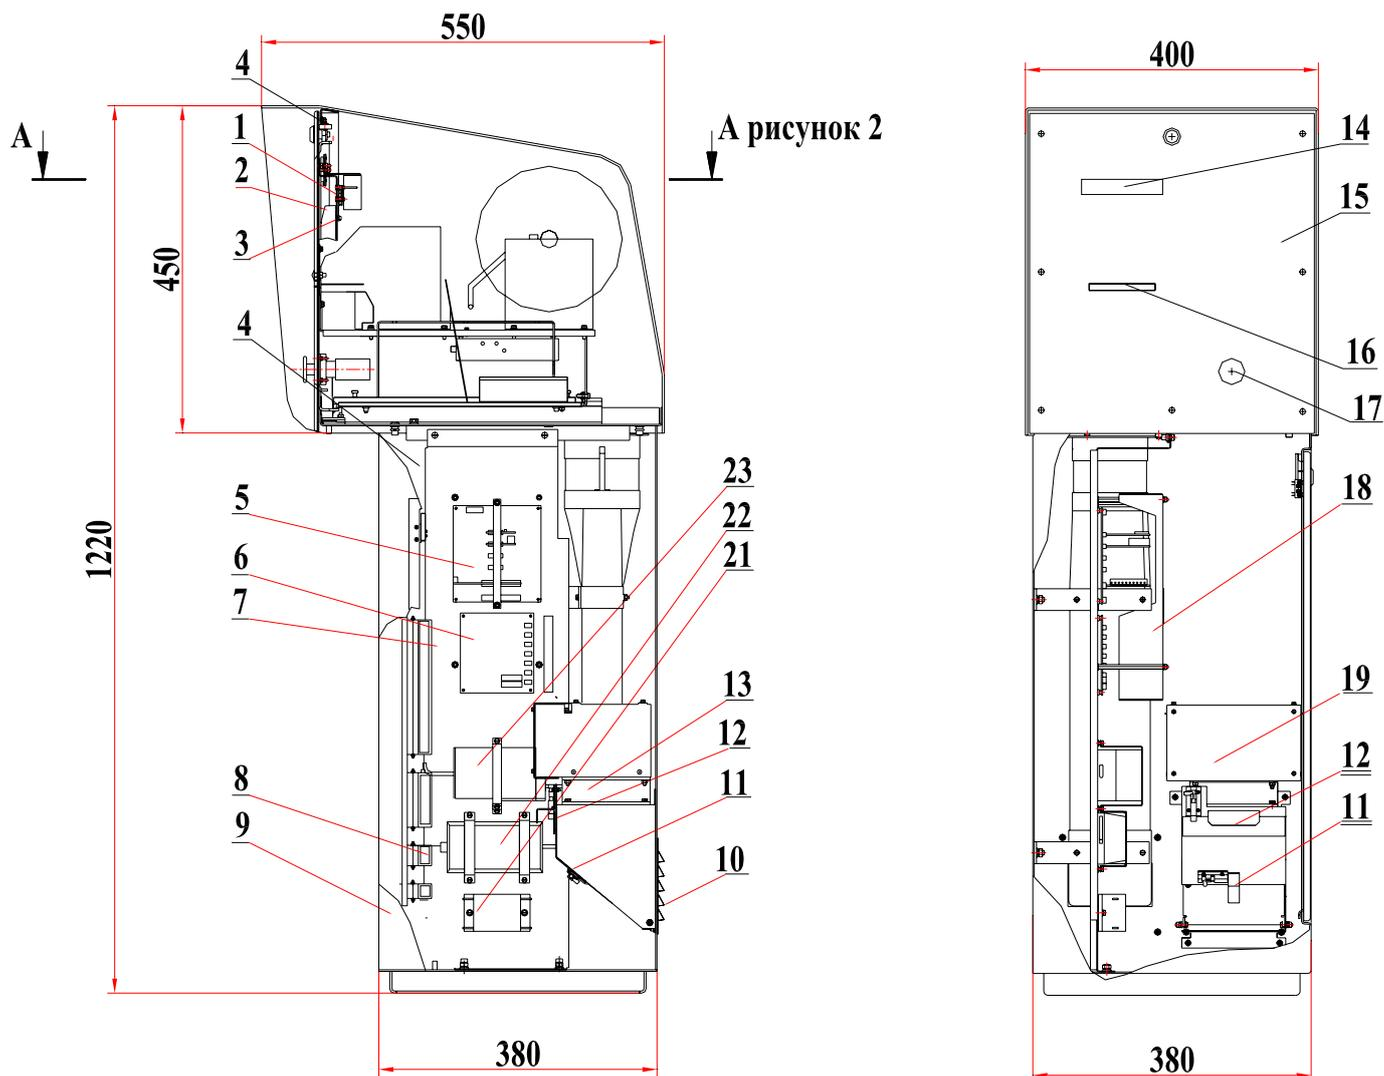

Рисунок 1 - Въездная стойка
Маркировочная этикетка, содержащая наименование изделия, обозначение, дату производства, серийный номер, наносится на крышку ТЭН (см. рисунок 1, поз. 19). Маркировочные этикетки, содержащие схемы подключения оборудования наносятся на нижнюю дверь стойки. Предупредительная маркировка о наличии опасного напряжения наносится на панель (см. рисунок 1, поз. 7) и на кожух (см. рисунок 1, поз. 18).
Для замены фильтра вентилятора системы климат-контроля при выключенном питании стойки откройте нижнюю дверь стойки, извлеките кассету фильтра (12) из короба (см. рисунок 1). Извлеките из кассеты использованный фильтр (фильтр расположен между двух сварных сеток, соединённых в центре медной проволокой) и установите на его место новый. Материал фильтра — ФМ-4х класс G4 (полипропилен S=18мм), размер фильтра — 150*150 мм. Установите кассету фильтра (12) в короб (см. рисунок 1).
А-А рисунок 1